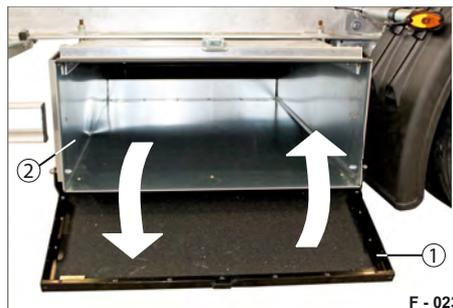

Abb. 43 Staukasten geöffnet
- ▶ Schwenken Sie den Staukasten-Deckel in die Waagerechte (Abb. 43/1) auf.
- ▶ Sichern Sie die Ladung im Staukasten (Abb. 43/2) formschlüssig.
- ▶ Schwenken Sie den Staukasten-Deckel (Abb. 43/1) hoch.